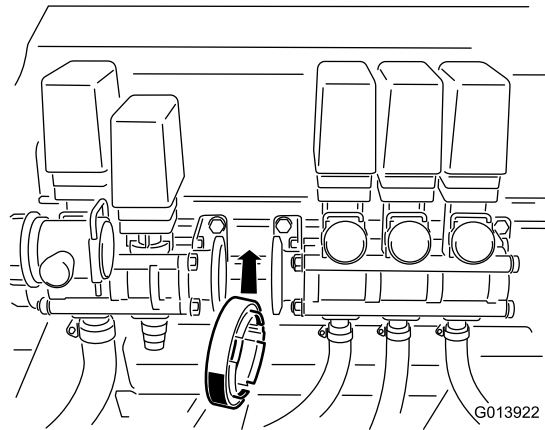

Bild 8
20. Schieben Sie das Auslegerventil zum neuen Ejektorventil zurück, bis die zwei Adapter bündig mit der dazwischenliegenden Dichtung sind (Bild 8).